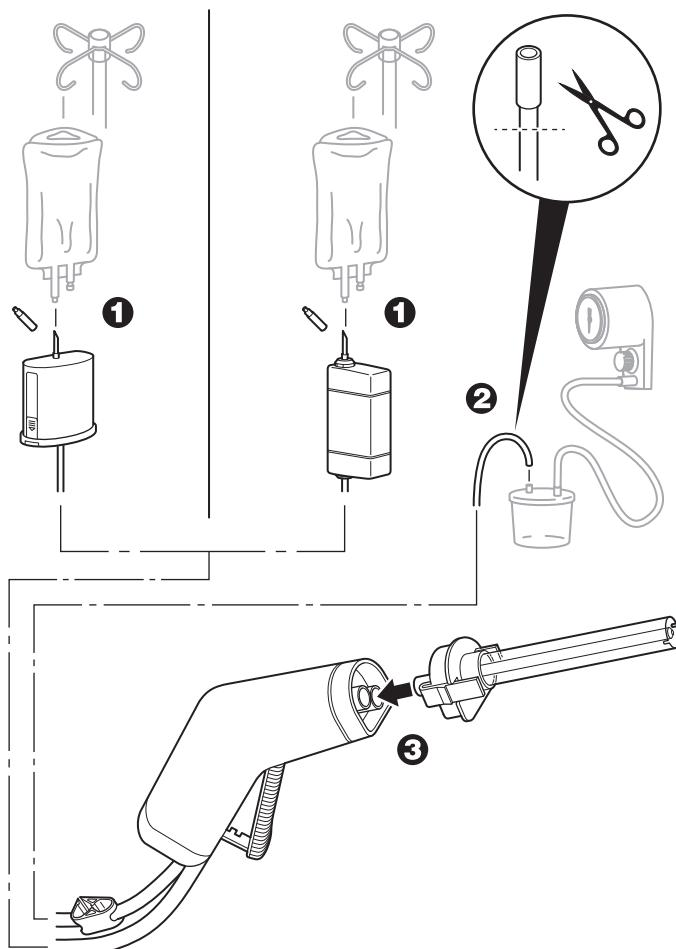

Abbildung 1 – Zusammensetzen des Handstücks
- Die Kappe für den Irrigationsschlauchdorn unter Einhaltung aseptischer Kautelen vom Irrigationsschlauch des Handstücks abnehmen und den Irrigationsschlauchdorn im aseptischen Aufreißanschluss des Irrigationsbeutels installieren (Abbildung 1).